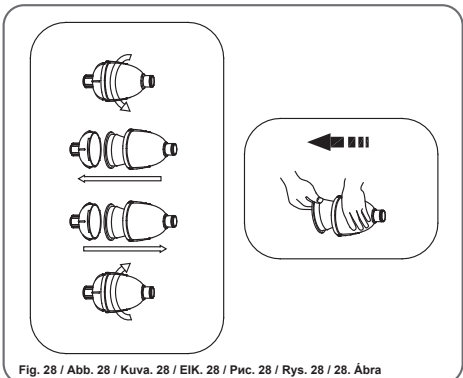

Fig. 28 / Abb. 28 / Kuva. 28 / EIK. 28 / Pnc. 28 / Rys. 28 / 28. Ábra
and filter cartridge. (See Fig. 28)
Quando tiver terminado, desligue a bomba de filtro e remova quaisquer detritos do saco de detritos e do cartucho do filtro. (Veja Fig. 28)
Quando haya acabado, desconecte la bomba de filtrado, y quite los restos de la bolsa de recogida de desechos que hayan podido quedar en el cartucho del filtro. (Vea Fig. 28)
3. Ziehen Sie zum Schluss den Stecker der Filterpumpe und entfernen den Schmutz aus Filterbeutel und Filterkartusche. (Siehe Abb. 28)
3. Wanneer u klaar bent, maak u de de filterpomp los en verwijder u alle vuil uit de vuilzak en het filterelement. (Zie Fig. 28)
3. Al termine dell'operazione, scollegare la pompa a filtro e rimuovere lo sporco accumulato nel sacchetto di raccolta e la cartuccia del filtro (Vedere Fig. 28)
3. A la fin, débranchez la pompe de filtration et éliminez tous les déchets contenus dans le sacchet à déchets et dans la cartouche du filtre. (Voir Fig. 28)
3. После окончания работы выключите фильтрующий насос из сети и удалите мусор из мешка для мусора и вкладыша фильтра. (См. Рис. 28)
3. Po sprzątaniu odłącz pompę filtrującą od zasilania i usuń zanieczyszczenia z worka zbierającego i wkładki filtra. (Patrz Rys. 28)
3. När man är klar ska man koppla från filterpumpen och avlägsna eventuellt skräp från avfallsposen och filterpatronen. (Se Fig. 28)